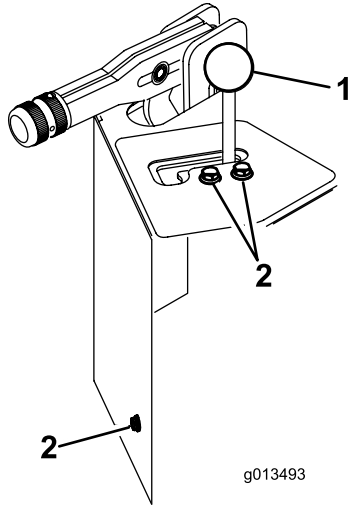

Figura 24
3. Retire el pomo de la palanca de elevación (Figura 24).
4. Retire los 3 tornillos de montaje, y retire la cubierta de la válvula (Figura 24).